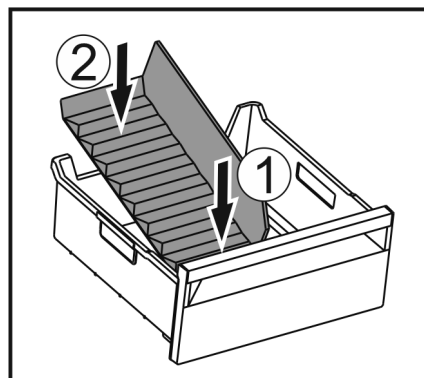

Fig. 148
- ▶ Vstavite sprednji del pregrade predala za led. Fig. 148 (1)
- ▶ Zadnji del pregrade predala za led spustite do dna predala. Fig. 148 (2)